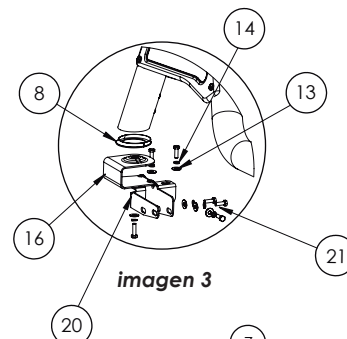

imagen 3
- 3 -. Colocar las bases delanteras (**piezas 16 y 17**), junto con el plástico (**pieza 8**) de terminación de arco como se ve en la **imagen 3**.